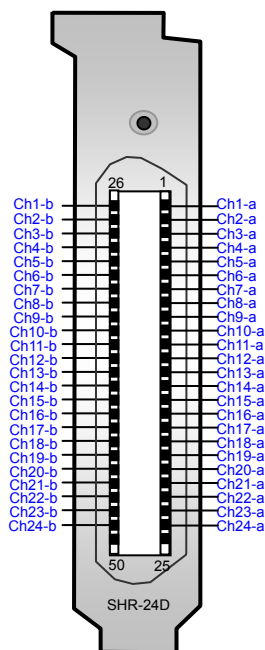

图 2-10
- **接口说明：**板卡的 RJ-21 接口各引脚的定义如图 2-10 所示，其中 Chn-a 和 Chn-b 为一对电话线，接口共可同时接 24 对电话线。
ATP-24A 系列录音卡采用交换机常用的 50 芯线的 RJ21 接口，可以通过外接的 RJ11 接线盒将一个 RJ21 接口转换成 24 个 2 芯线的 RJ11 接口，插口引脚分布如图 2-10 所示。